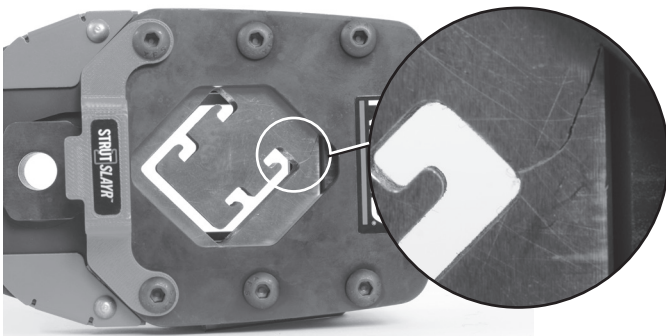

Figura 2A – Ejemplo de una terraja agrietada
- Las terrajas no están desportilladas ni agrietadas (vea la Figura 2A).